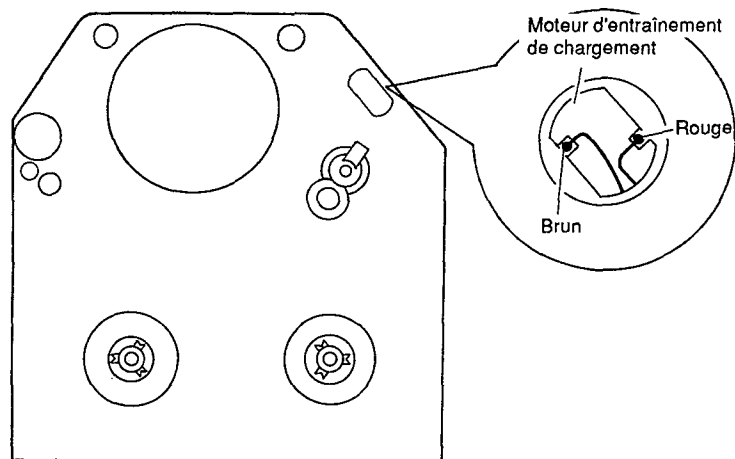

Fig. 1
1. Quand le moteur d'entraînement de chargement fonctionne normalement (Fig. 1)